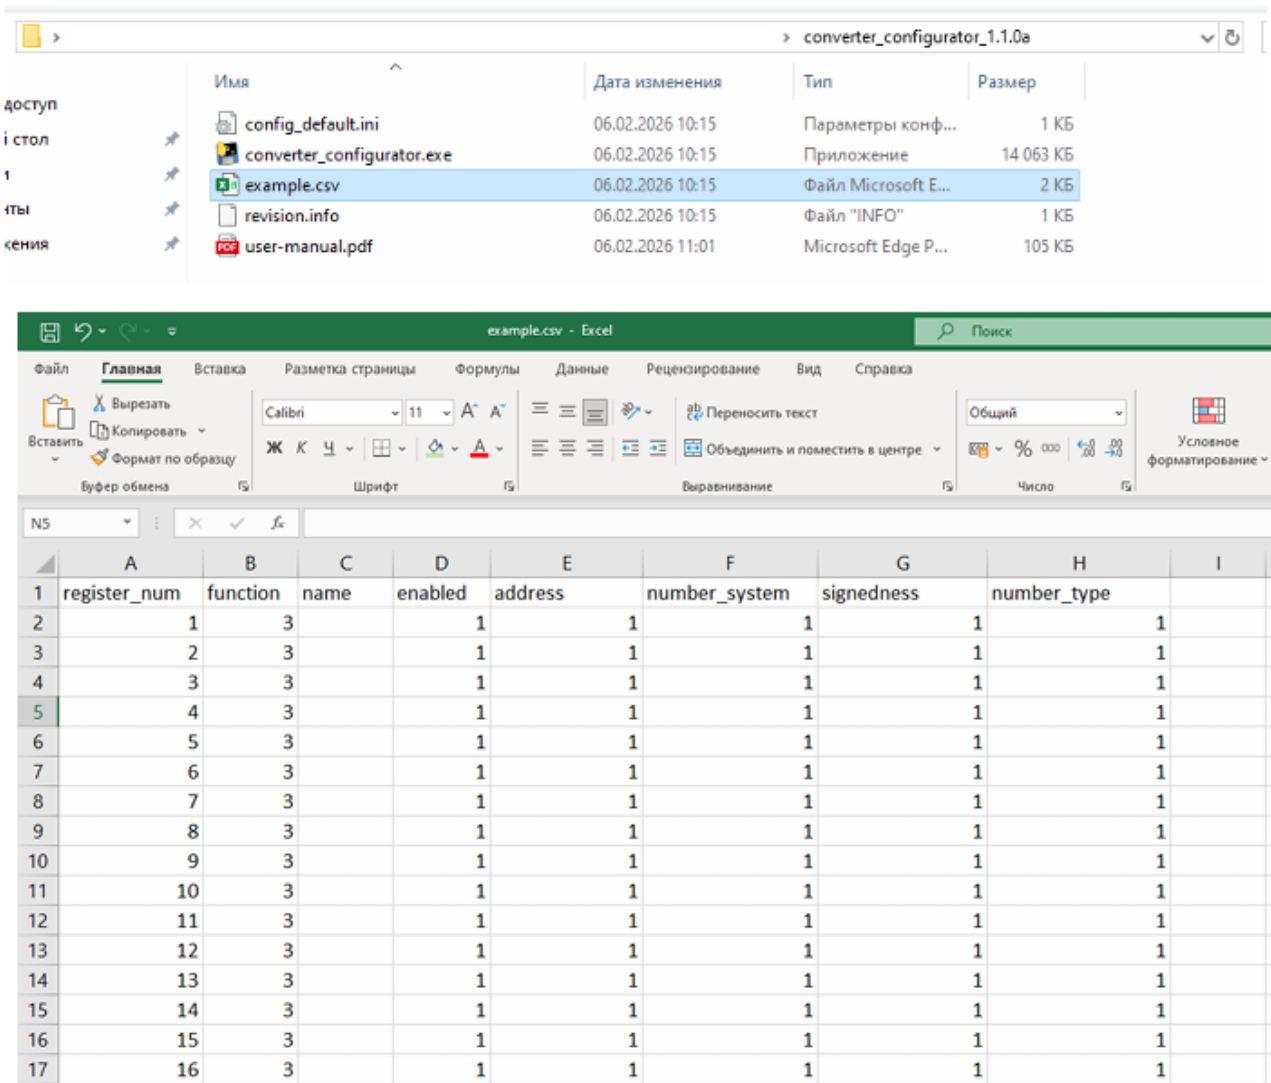

Рис. 13.1 Интерфейс Конфигуратора
2) Внести необходимые настройки в таблицу (рис. 13.1) согласно инструкции "User-Manual.pdf" поставляемой в комплекте с Конфигуратором.